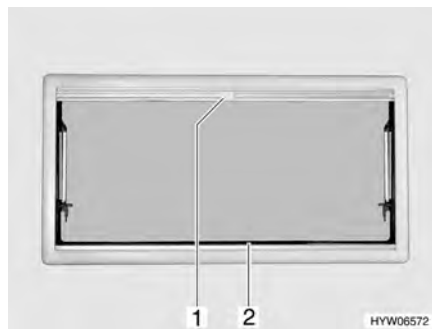

Bild 61 Överkantshängda fönster
- Ta tag i mitten på plisségardinens (Bild 61,2) list och drag den nerifrån och upp och släpp loss den vid önskad höjd. Plisségardinen stannar på denna höjd.
- Drag, med handtaget, ner insektsnätet (Bild 61,1) tills det stöter mot plisségardinen (Bild 61,2).
- Tryck på handtaget (Bild 61,1) på insektsnätet.